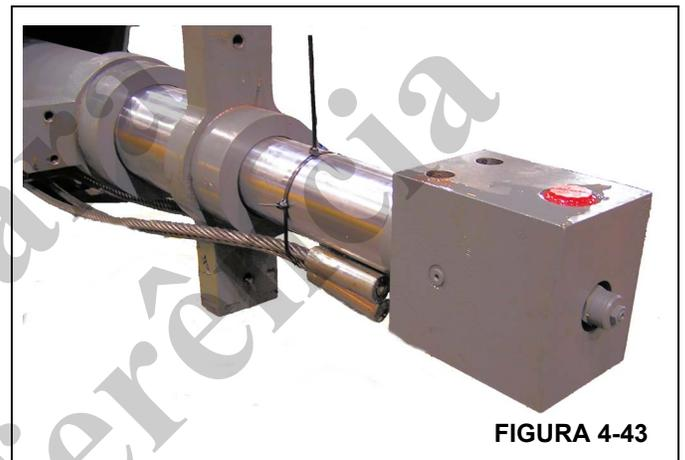

FIGURA 4-43
- 14. Gire as extremidades dos olhais de montagem da haste do cilindro (Figura 4-43) de forma que fiquem alinhadas verticalmente a fim de não tocarem nos suportes de montagem na seção intermediária externa.
18. Amarre temporariamente os cabos de extensão no cilindro telescópico para manter o alinhamento apropriado dos cabos durante a montagem (Figura 4-43).